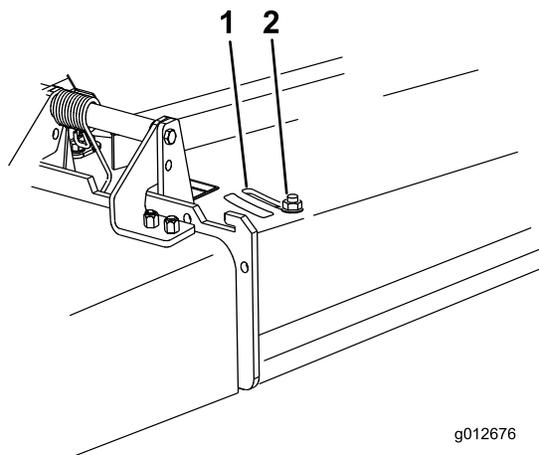

Рисунок 22
3. Для регулировки перегородки ослабьте гайку (Рисунок 22).